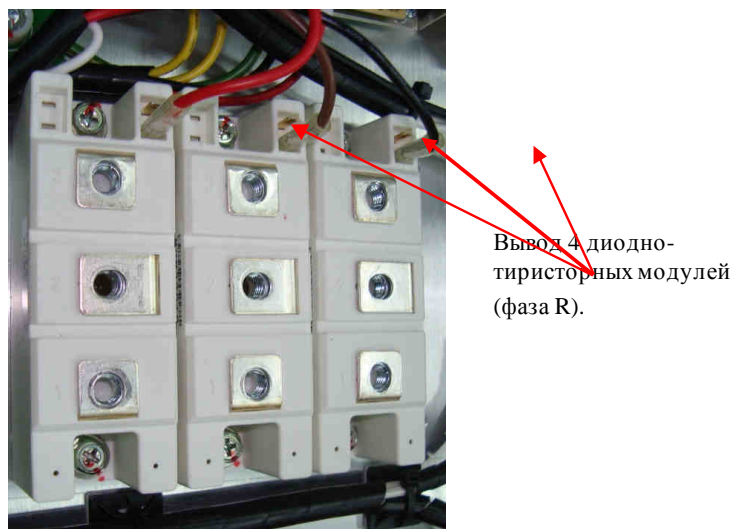

Рис. 4.8.
- соединить вывод «Упр.» УПСМ с выводом 4 модуля (рис. 4.8).